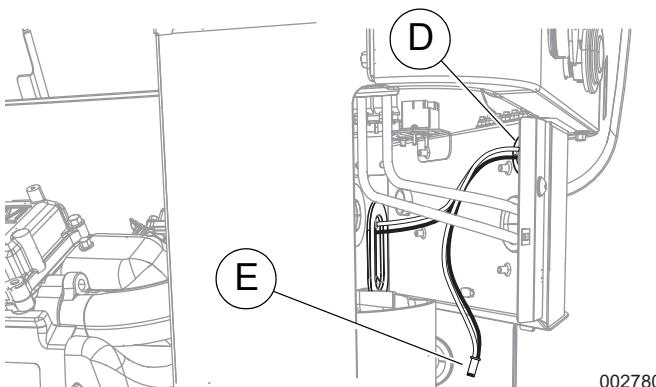

Figura 8. Cables conductores a la conexión del cliente (11 a 22 kW)
- Vea la Figura 8. Pase los cables conectores a través del ojal protector del tablero de conexiones del cliente (D). Si el zócalo vacío del arnés en Y (E) no se conectará a un calentador de batería, enrolle los cables y fíjelos con un amarre de cables de plástico. Fije todos los cables con amarres de cables de plástico separados 0.5 in. (1 cm) como mínimo de las mangas de combustible.